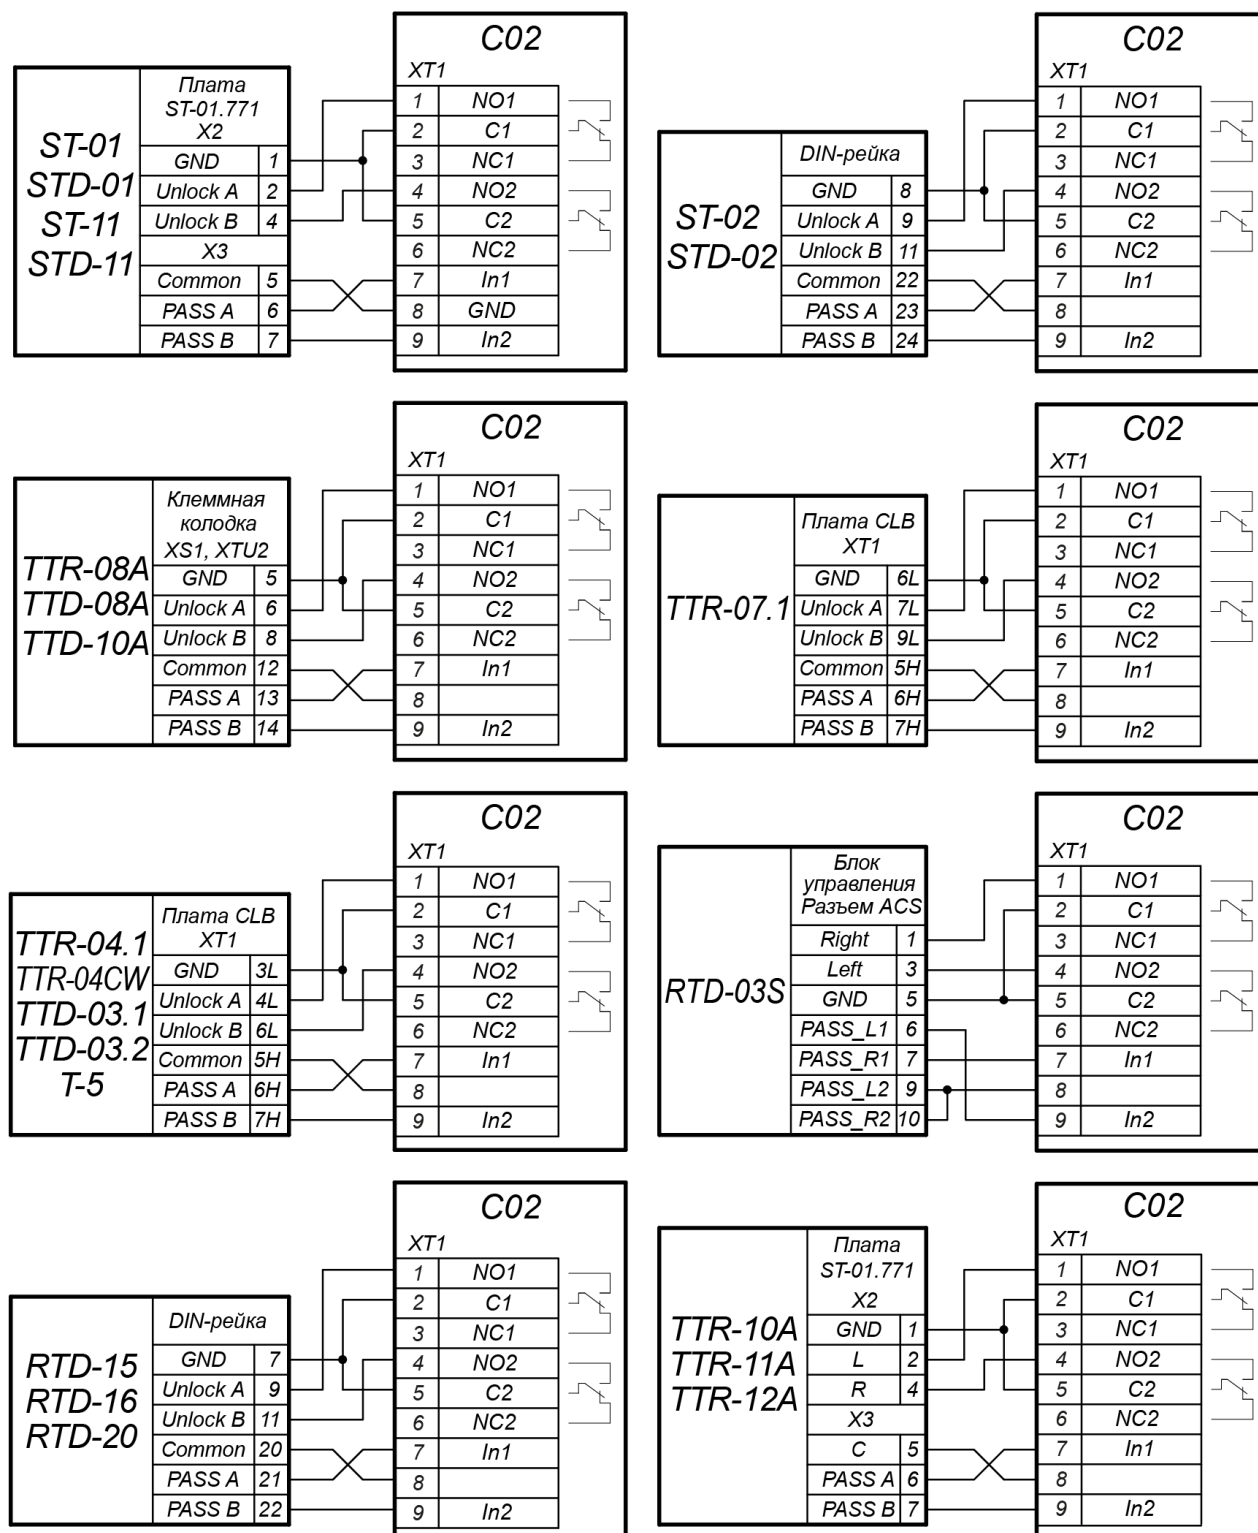

Рисунок 4. Схемы подключений турникетов в варианте конфигурации «Турникет»
2. Подключение замка производится к нажимной колодке **XT1** в соответствии со схемами подключения (см. рис. 4).
- Если подключаемый электромеханический замок *не имеет встроенной цепи искрозащиты*, то в ее качестве необходимо использовать супрессор из комплекта поставки или диод Шоттки, рассчитанный на рабочий ток не менее 1 А (1N5819). Супрессор устанавливается в непосредственной близости от замка (**VD1** на рис. 4).
- Если подключаемый электромагнитный замок *не имеет размагничивающей цепи*, то необходимо установить двунаправленный супрессор из комплекта поставки (**VD1** на рис. 4).
- При подключении контроллера через РоЕ-сплиттер рекомендуется использовать только электромеханические замки с диодами искрозащиты (**VD1** на рис. 4) типа 1N5819. Использование супрессора в этом случае **ЗАПРЕЩЕНО!**
Замки производства PERCo серий **PERCo-LB**, **PERCo-LBP** не требуют обязательной установки датчика двери (факт открытия двери может определяться контроллером **PERCo-C02** по состоянию контактной группы замка). В этом случае для выходов, к которым подключены такие замки, на плате контроллера необходимо установить перемычки: для **OUT1** – **XP3.1** и **XP3.2**, для **OUT2** – **XP4.1** и **XP4.2** (см. рис. 4).